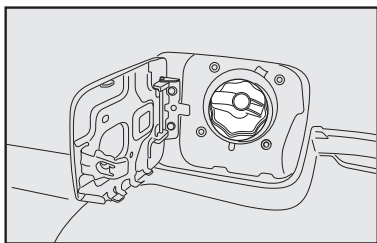

fig. 130
- Para algumas versões, segure a tampa e gire a chave no sentido anti-horário; prossiga girando a tampa **fig. 130** até o seu completo desalojamento.